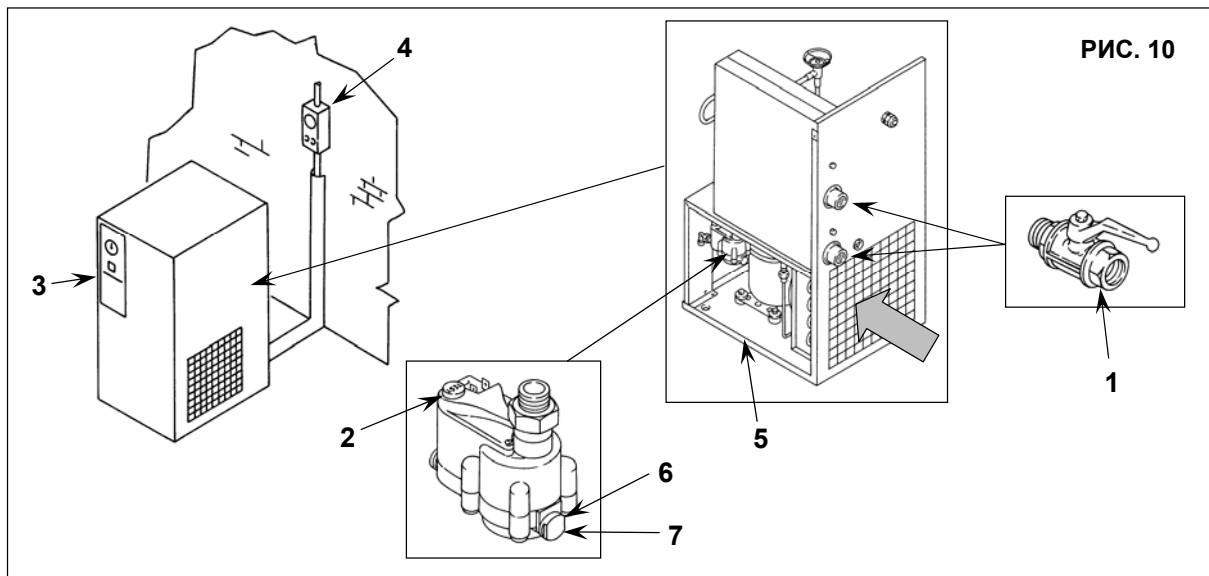

РИС. 10
15.2 ОЧИСТКА ФИЛЬТРА УСТРОЙСТВА АВТОМАТИЧЕСКОГО СЛИВА КОНДЕНСАТА (Рис. 10)
- Закройте кран, поз. 1, рис. 10
- Сбросьте давление в осушителе, нажав кнопку слива конденсата "TEST", расположенную на пароотделителе, поз. 2, рис. 10.
- Выключите устройство, нажав кнопку "STOP", поз. 3, рис. 10
- Включите автоматический дифференциальный переключатель питания, поз. 4, рис. 10
15.3 ОЧИСТКА КОНДЕНСАТОРА (Рис. 10)
- Снимите панели, поз. 5, рис. 10
- Очистите ребра конденсатора, поз. 1, сжатым воздухом (Рис. 10). **НЕ ИСПОЛЬЗУЙТЕ ВОДУ И РАСТВОРИТЕЛИ**
- Установите панели, поз. 5, рис. 10